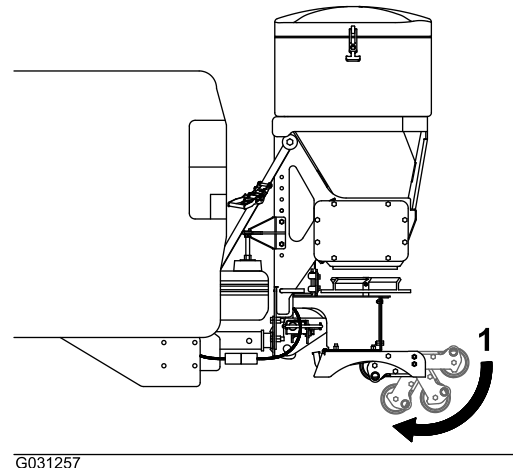

Bild 13
11. Treten Sie auf die Räder der Haltevorrichtung, um sie unter die Vorrichtung zu klappen (Bild 13).